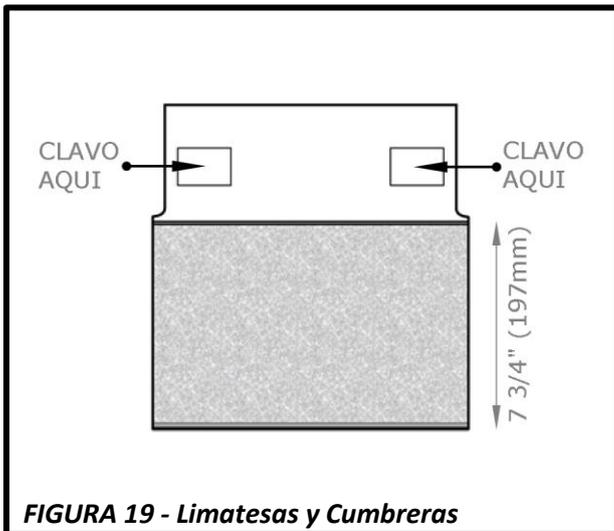

FIGURA 19 - Limatesas y Cumbresas
- Fíjelas usando dos sujetadores de **1 3/4" (44mm)**. Clavos deben penetrar la plataforma de techo por lo menos **3/4" (19mm)** o **1/8" (3,2 mm)** a través de la plataforma de techo. Instálas a **1" (25 mm)** de la orilla de la teja en zona indicada como mostrado en la **Figura 19**.